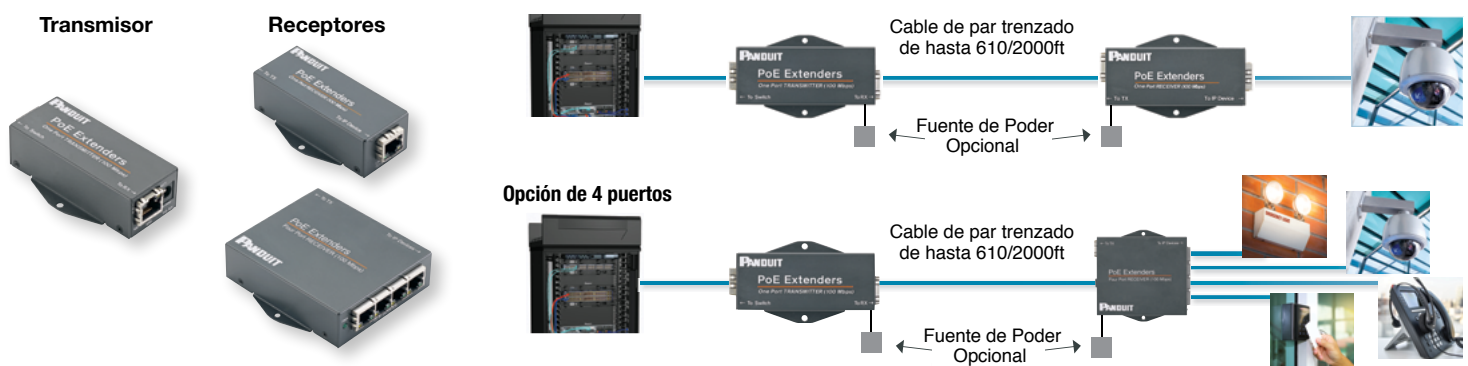

Figura 1: Transmisor y receptores de PoE de Panduit, así como un ejemplo de implementación para los receptores de 1 puerto y 4 puertos.
Para extender la potencia y los datos más allá de los 100 metros, cada enlace requerirá de (1) transmisor y (1) receptor. Solo hay un tipo de transmisor, pero hay dos tipos de receptores: de 1 puerto y de 4 puertos. En la Figura 1 se muestra un ejemplo de instalación.